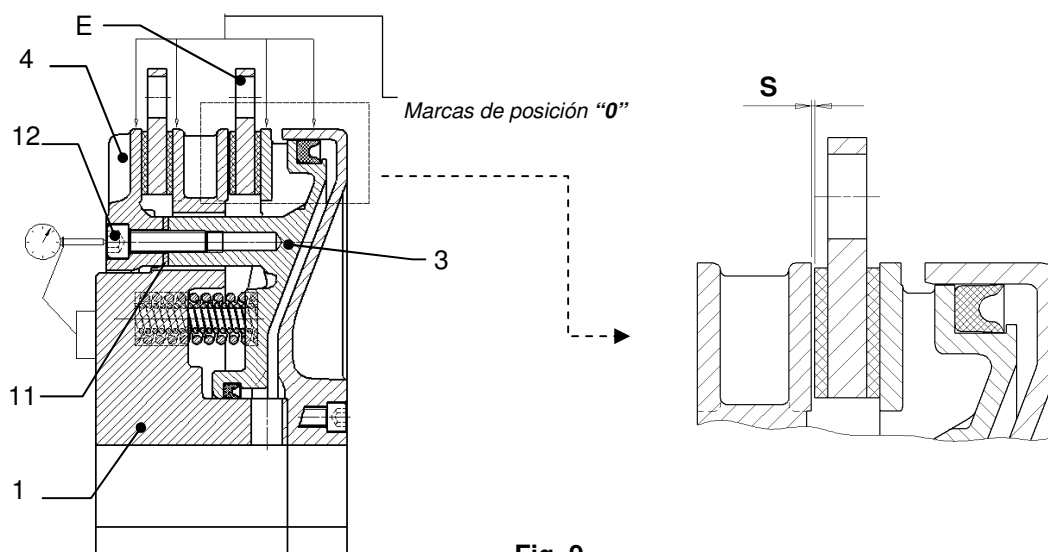

Fig. 9
- Medir el hueco **S** (Fig. 9) existente entre la tapa lado freno (1) y el disco de embrague (E) con este último desplazado contra el pistón (3).
- O bien, medir el recorrido del subconjunto pistón (3)-anillo freno (4) con un reloj comparador (Fig. 9).